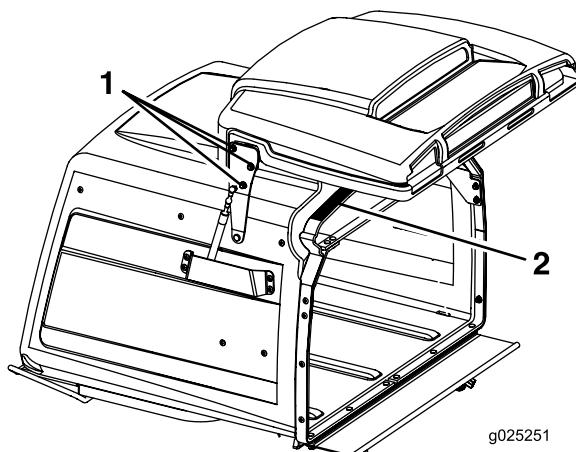

Figura 57
3. Afloje las seis tuercas de las bisagras de la puerta (Figura 57).
4. Abra la puerta y coloque una tira de goma de 9.5 mm ($\frac{3}{8}$) o una manguera de 9.5 mm ($\frac{3}{8}$) de diámetro entre la tolva y la puerta de la tolva (Figura 57).